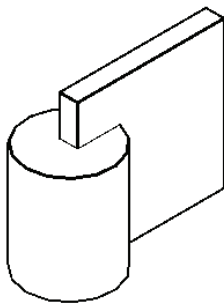
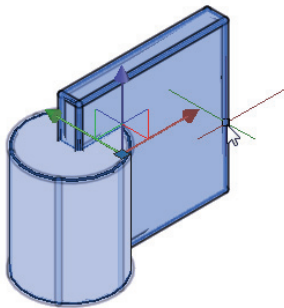

图 9-71 消隐效果
图 9-72 单击实体
3) 在“视图”菜单中选择“视觉样式”→“消隐”命令,或者打开功能区“常用”选项卡的“视图”面板,从“视觉样式”下拉列表框中选择“隐藏”选项,实体消隐的模型效果如图 9-71 所示。此时单击实体模型,会发现之前两个单独的实体变成一个单独的实体,如图 9-72 所示。